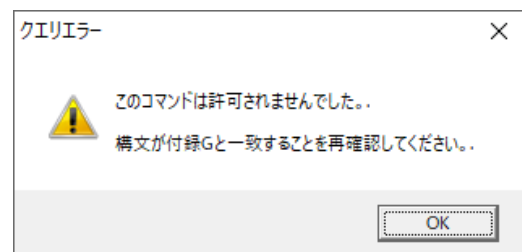

図14: 「クエリエラー」メッセージ
- 処理が正しく行われなければ、「クエリエラー」にメッセージが表示されます（図14の例を参照）